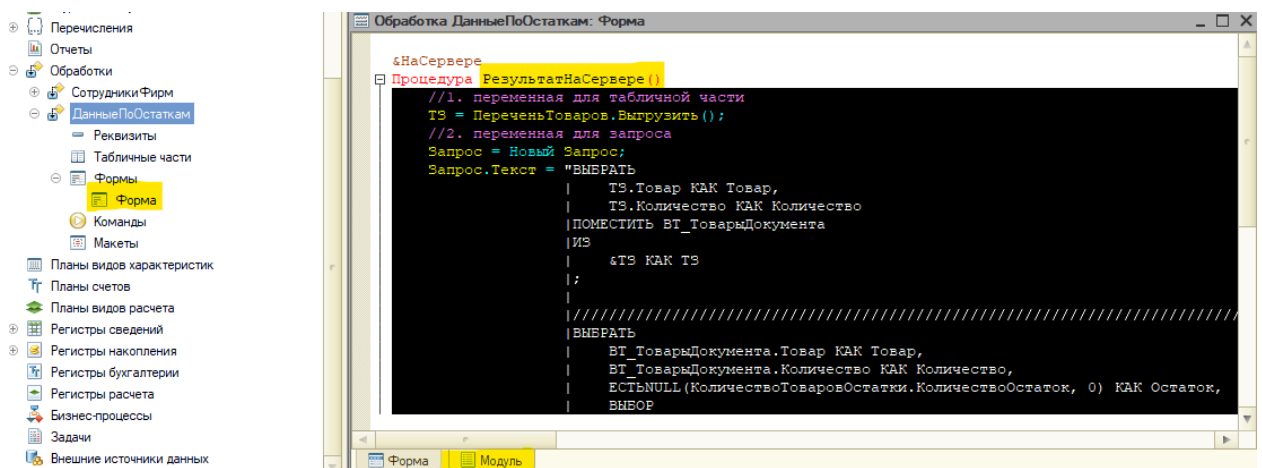

Рис. 5.68. Модуль формы обработки «Данные по остаткам»
4. Откроем модуль формы обработки «Данные по остаткам» и полностью скопируем содержимое процедуры «РезультатНаСервере()». Процедура содержит как сам запрос, так и необходимые переменные (рис. 5.68).